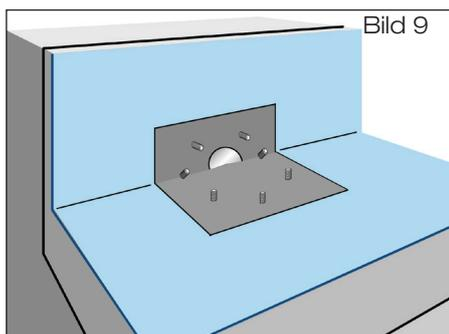

Bild 9
2.3 **Dachdichtungsbahn** über Attikaablauf ausrollen und im Bereich des Festflansches aussparen (Bild 9).